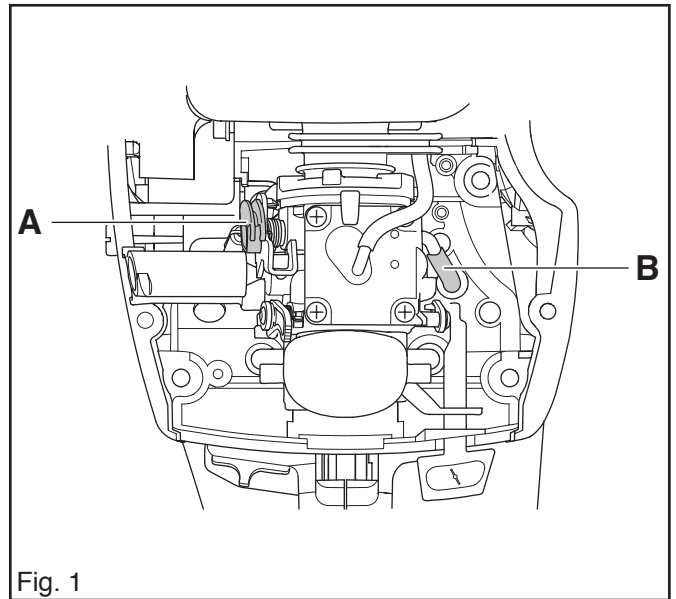
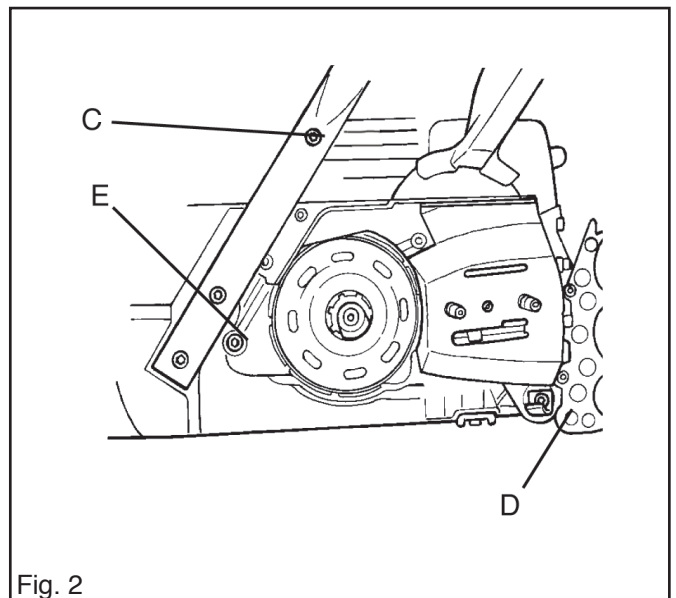

Fig. 1
Fig. 2
3. Décrocher le câble d'accélération (A) du carburateur et sortir de sa fixation la gaine protectrice du câble. Voir fig.1.
4. Retirer le tuyau de carburant (B) de sur le carburateur.
6. Retirer les vis (C et D) et la vis de limitation de mouvement (E) du côté de l'embrayage. Voir fig. 2.